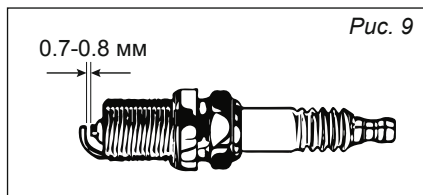

Рис. 9
11.3. Свеча зажигания (рис. 9)